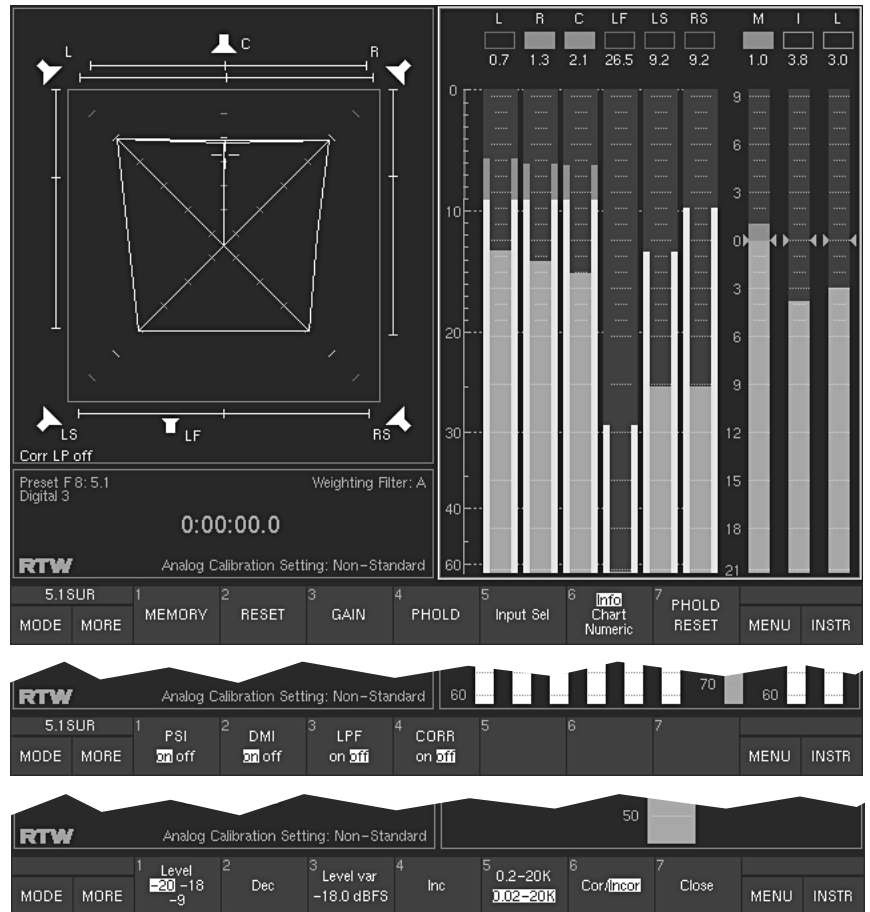

Bild 4-2: Beispiele für den Inhalt der Steuerleiste
1. Betätigen Sie die Taste/Schaltfläche „**INSTR**“, um den Fokus auf das „**Program Meter**“ (Fenster 3) zu setzen (weißer Rahmen). Die Steuerleiste zeigt jetzt die Funktionen des „**Program Meter**“ an (siehe Bild 4-2, mittlerer Bereich).
2. Betätigen Sie die Taste/Schaltfläche „**Input Sel**“ (**6**). Die Schaltflächen 1 bis **7** der Steuerleiste zeigen nun die sieben Sub Presets an (siehe Bild 4-2, unterer Bereich).